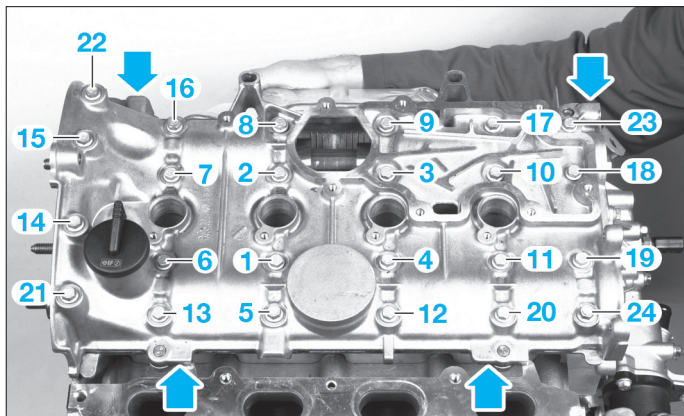

FIG. 34
- Déposer les vis du couvre-culasse dans l'ordre inverse du serrage (fig. 34).
- Reposer le couvre-culasse en serrant les vis de fixation au couple et dans l'ordre de serrage prescrit (fig. 34).